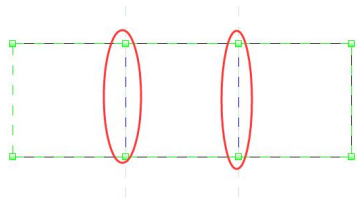

图 4-22 绘制分割线
• 移动光标在矩形内部，按照参照平面的位置绘制两条分割线，分割线为蓝色虚线显示（图 4-22）。